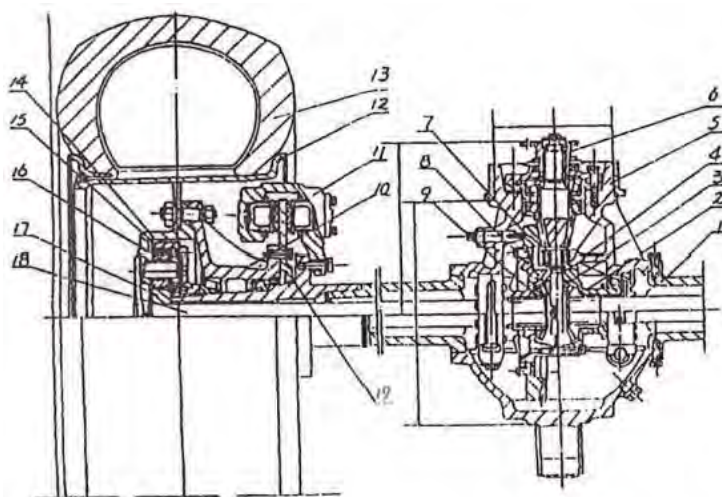

Figura 2-15 Diagrama general del eje de transmisión
1.- Proceso de funcionamiento (véase la figura 2-15)